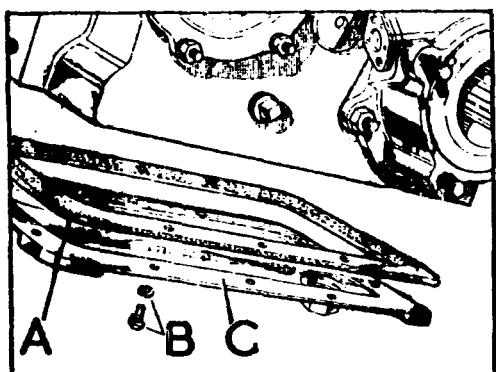

Fig. C1-25 Tapa inferior de la caja reduc-tora
1.3. Quitar la tapa inferior, C (Fig. C1-25), de la caja en unión de la junta, A.